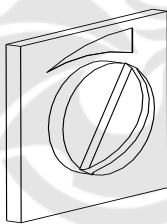
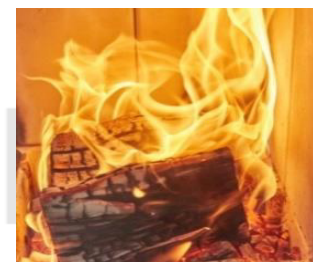

Fig. 6: Drosselklappe
Fig. 8: Flammenbild
- Drosselklappe, sofern vorhanden, ganz öffnen (*siehe Fig.6*).
- Sobald nach einigen Minuten die Holzscheite rundherum gut angebrannt sind (*siehe Fig.8*), Verbrennungsluftklappe um ca. 50 % schließen (Regler auf Mittelstellung bringen – *siehe S.1 / Fig.2*) bzw. die Drosselklappe, sofern vorhanden, um 50 % schließen (Griff nach links – *siehe Fig.6*).
- Tür langsam öffnen. So entstehen keine Verwirbelungen, die Rauchgase austreten lassen. Drosselklappe, sofern vorhanden, ganz öffnen (siehe S. 3 / Fig. 6).